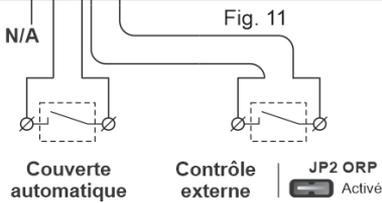

Fig. 11
- Système d'AUTONETTOYAGE DES ÉLECTRODES : la fréquence d'inversion peut être sélectionnée au moyen du jumper « JP1 » situé dans la carte de contrôle du système (Fig. 11). Cette configuration sera effective quand l'on déconnecte et reconnecte la source d'alimentation.